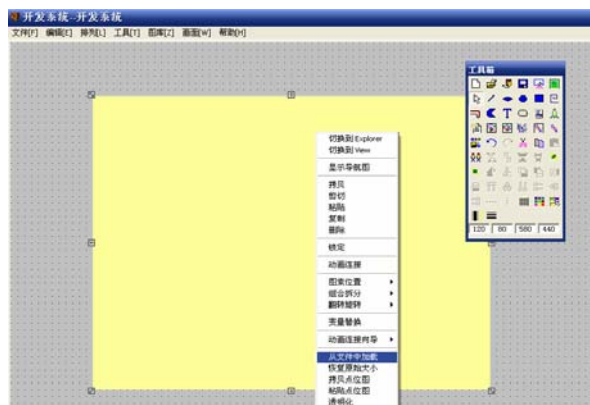

图 3-25
3、选中该点位图对象，单击鼠标右键，弹出浮动式菜单，如下图图 3-25 所示：